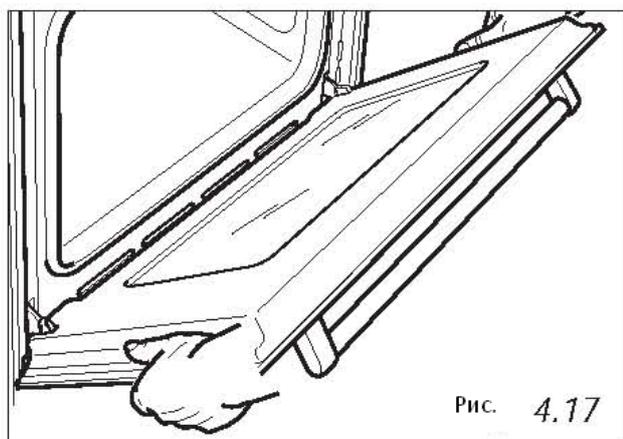

Рис. 4.17
- Полностью откройте дверцу духового шкафа (Рис. 4.17а).
- Возьмитесь за дверцу, как показано на Рис. 4.17.
Рис. 4.17а
Рис. 4.17с